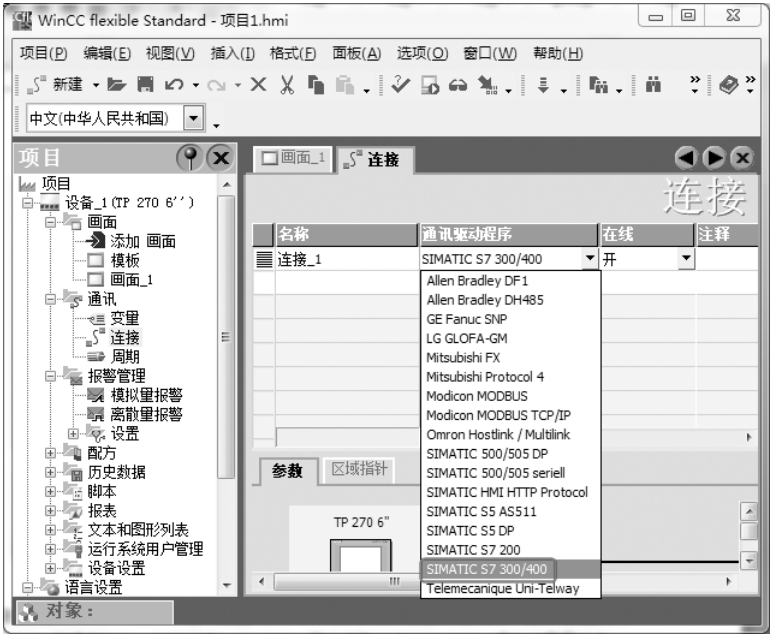

图 10-55 连接编辑器 (1)
3) 新建连接。展开左边“项目窗口”中的“通讯”项，双击“连接”项，再双击右边“名称”下面的空白，自动生成“连接_1”，接着在“通信驱动程序”中选择 SIMATIC S7 300/400。单击保存按钮，将工程保存一个名称，如默认的“项目 1. hmi”。连接编辑器 (1) 如图 10-55 所示。